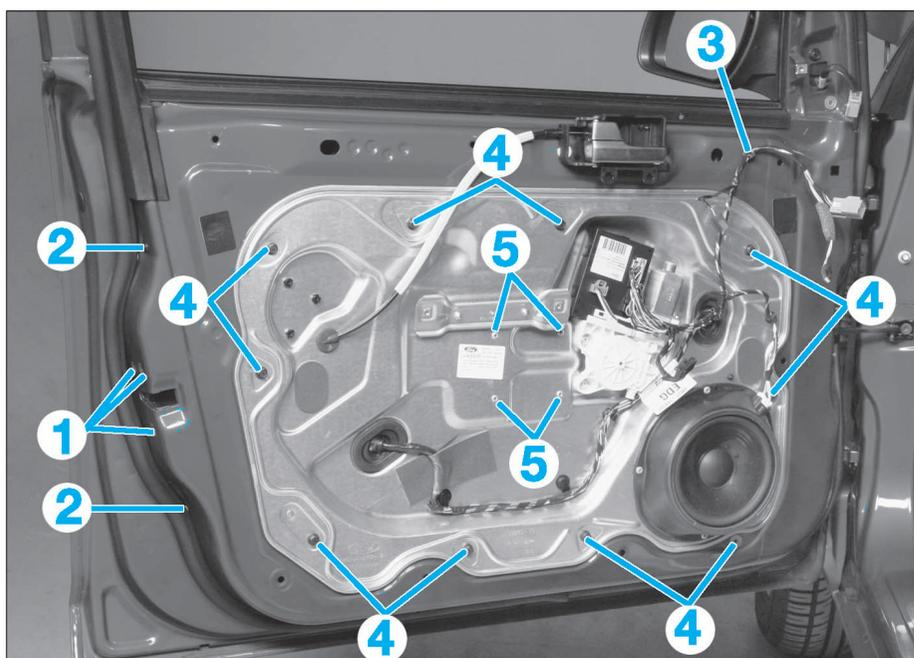

FIG. 66
- les 3 vis (1) (Fig.66) de fixation de la serrure.